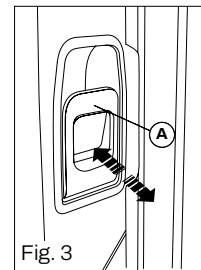

Fig. 3
- Soulever le bouton **A** pour déverrouiller la serrure et tirer le levier **B**. (Fig. 3)
(Fig. 3)